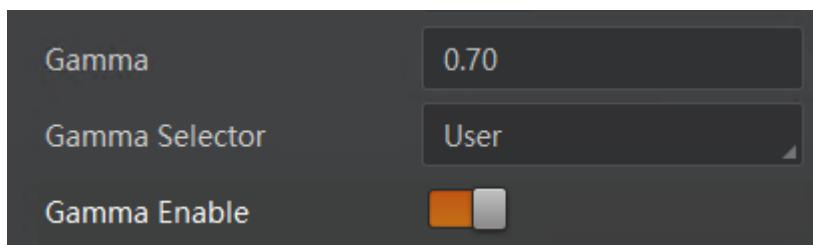

图7-30 User 模式
3. 在 *Gamma* 参数中输入需要设置的数值，参数范围为 0 ~ 4，如图 7-30 所示。